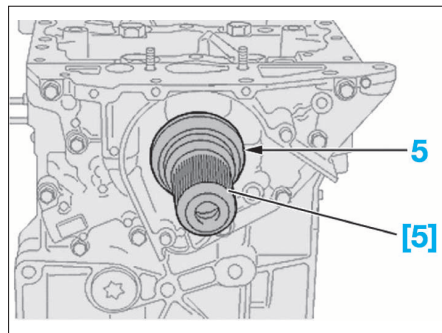

FIG. 65
- Remonter les joints de sortie de vilebrequin (5) du côté de la pompe à huile (Fig.65) et du côté du volant moteur (6) en utilisant des mandrins de diamètre appropriés [5] et [6] (Fig.66).